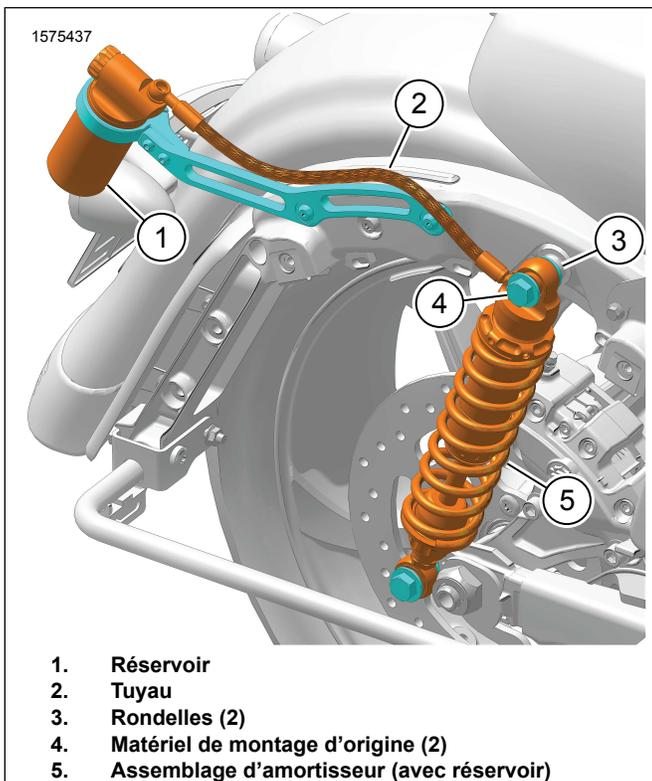

Figure 5. Assemblage d'amortisseur
4. Installez la vis (2). Ne pas serrer complètement.
5. Voir la Figure 5. Installer l'assemblage d'amortisseur.